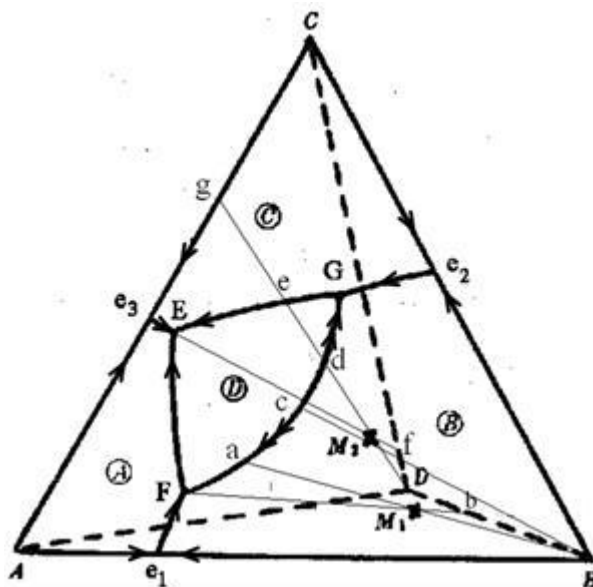

图 6-13 图 6-14
6-25 根据图 6-13 三元系统相图：(1) 判断无变量点 E、P 的性质，并写出相平衡关系式；(2) 分析熔体 M_1 、 M_2 和 M_3 的冷却析晶过程，并总结判断结晶产物和结晶结束点的规则；(3) 加热组成为 M_4 的混合物，将于什么温度出现液相？在该温度下出现的最大液相量是多少？在什么温度下完全熔融？写出其加热过程相平衡表达式。